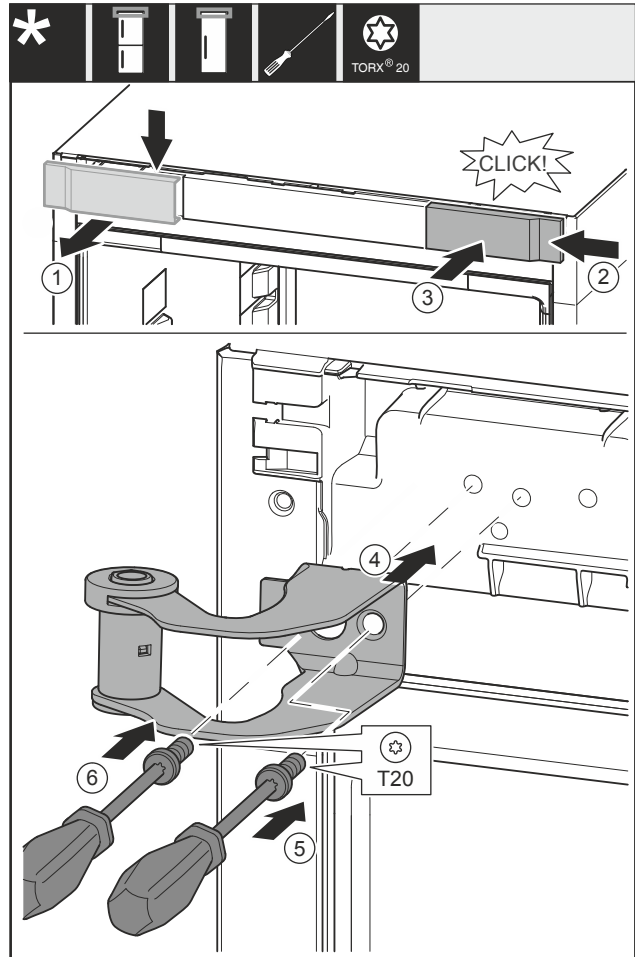

Fig. 12
- ▶ Vegye ki felülről a fedelet Fig. 12 (1) előre felé.
- ▶ Akassza be a fedelet Fig. 12 (2) 180°-kal elfordítva a másik oldalra jobb felől.
- ▶ Pattintsa be a fedelet Fig. 12 (3).
- ▶ Helyezze fel a felső csapágybakot Fig. 12 (4).
- ▶ Húzza meg a csavart Fig. 12 (5).
- ▶ Húzza meg a csavart Fig. 12 (6).